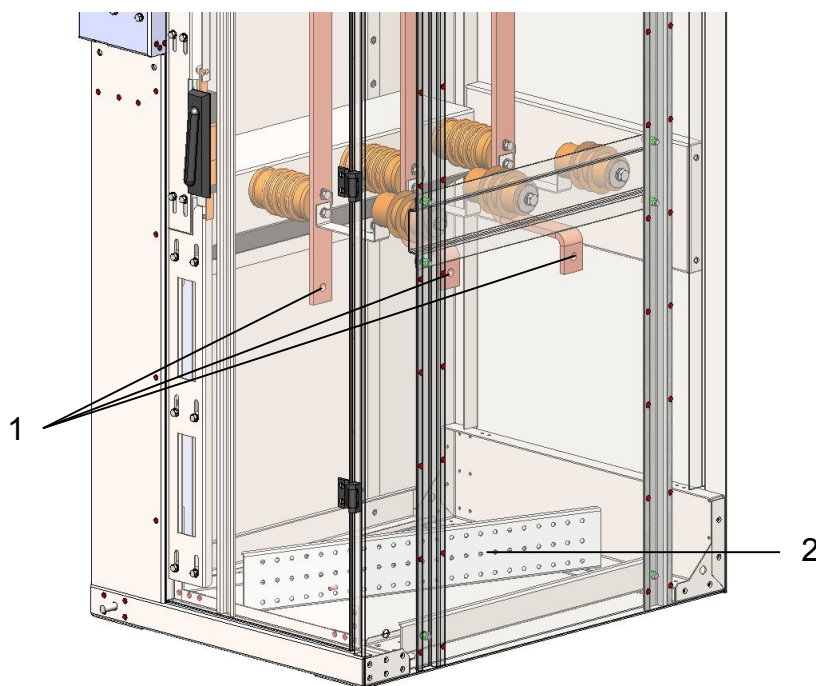

Рис. 4.4 Линейный (кабельный) отсек камеры КСО.
4.3.1 Линейный (кабельный) отсек конструктивно практически ничем не отделён от отсека силовой аппаратуры и предназначен для подключения силовых кабелей (см. рис. 4.4).
4.3.3 Указанные кабели фиксируются в отсеке с помощью хомутов, устанавливаемых на кронштейне 2 (на рис. 4.4 не показано).